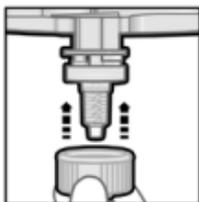
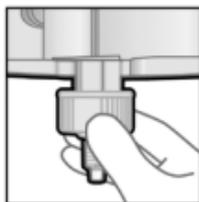

图3
图4.1
5. 混合头放在正确位置（图3）之后，将Dynamix固定环推入，推到混合头上的位置直到感受到阻力。顺时针转四分之一圈，使固定环插稳。（图 4.1, 4.2, 5）